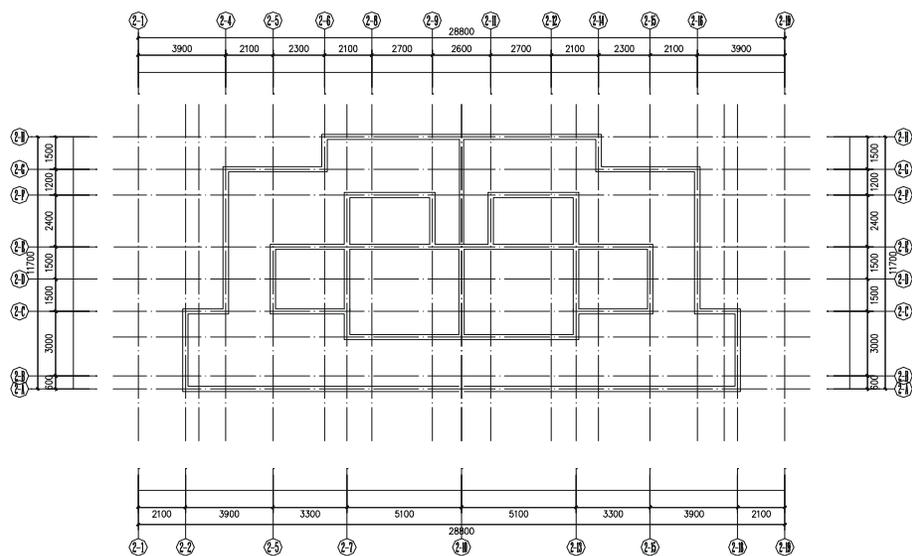

图 11-1-45
- STEP 04** 使用绘制矩形命令 RECTANG (REC) 绘制一个 2840 × 1900 的矩形，将其填充为  图案，其比例为 50，角度为 90，并移动到入口处的正中间将其标注为：二层雨篷，再在该处墙线的缺口处插入一个窗户，并将其标注为 :LC1512 如图 11-1-45 所示。
**STEP 03** 将墙线层“WALL”置为当前层，参照前面绘制墙线的方法绘制墙线，如图 11-1-45 所示。然后把中轴线层隐藏。